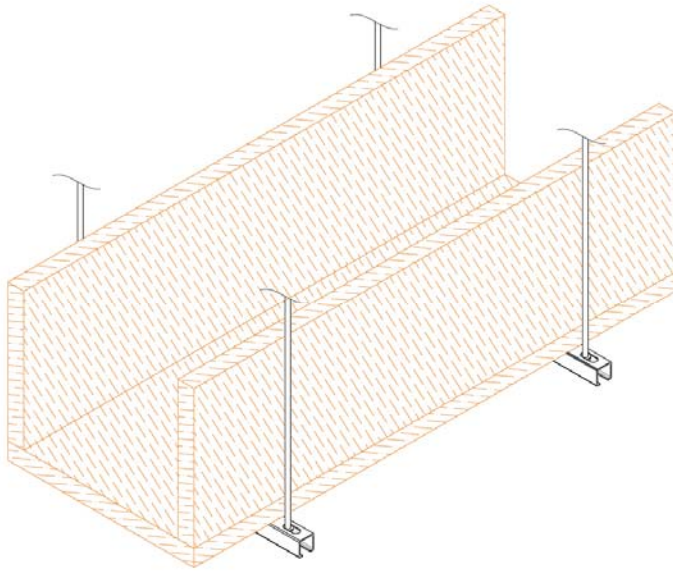

Рис. 3
- Боковые стенки крепятся к днищу короба с помощью самонарезающих винтов с редкой резьбой с потайной головкой для ГКЛ (рис. 3).